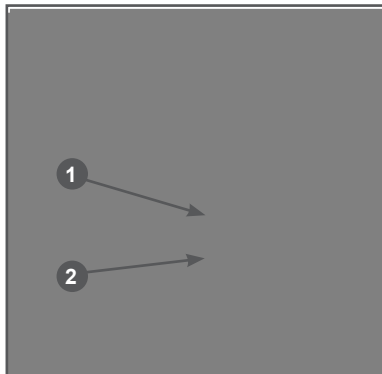

Рис. 21 Крышка-щуп маслосазливной горловины
10. Подождите 1 минуту, совместите выступы на крышке-щупе и пазы на маслосазливной горловине, установите крышку-щуп в отверстие маслосазливной горловины. Затем аккуратно вытащите щуп и осмотрите его. Уровень масла должен соответствовать верхней отметке 1 на щупе (Рис. 21).